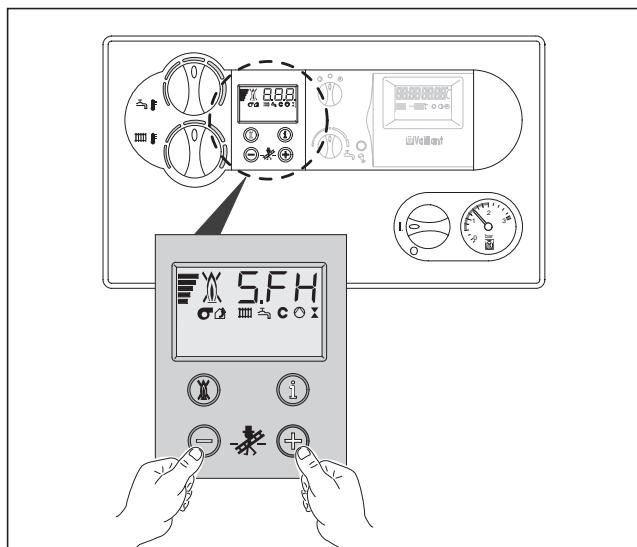

Fig. 3.15 Măsurări în modul „coșar” (la sistemul DIA)
- Activați modul coșar, apăsând simultan tastele „+“ și „-“ ale sistemului DIA (fig. 3.15)